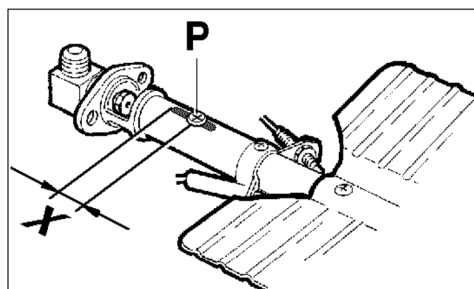

Fig. 9
- Afrouxar o parafuso P e ajustar a posição X do cone Venturi (Fig.9) de acordo com as medidas.